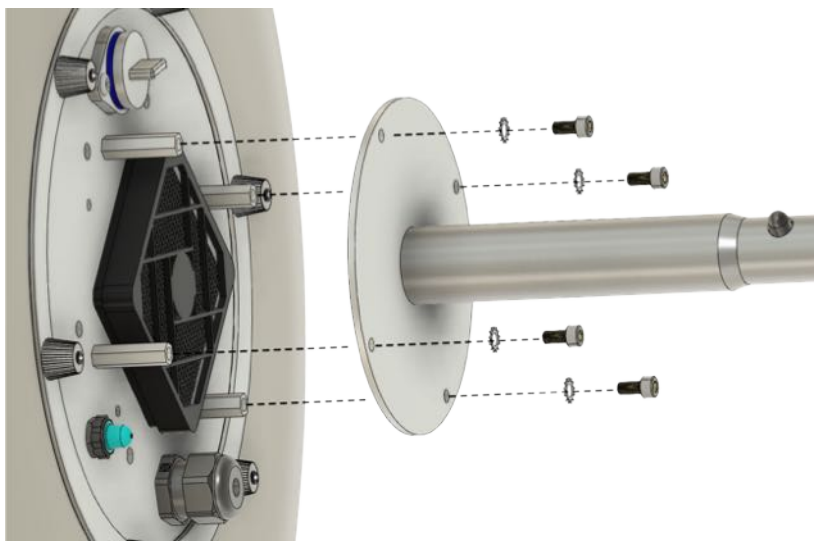

Abb. 10
1. Maak de statiefhouder los door de 4 inbusschroeven te verwijderen (fig. 10).